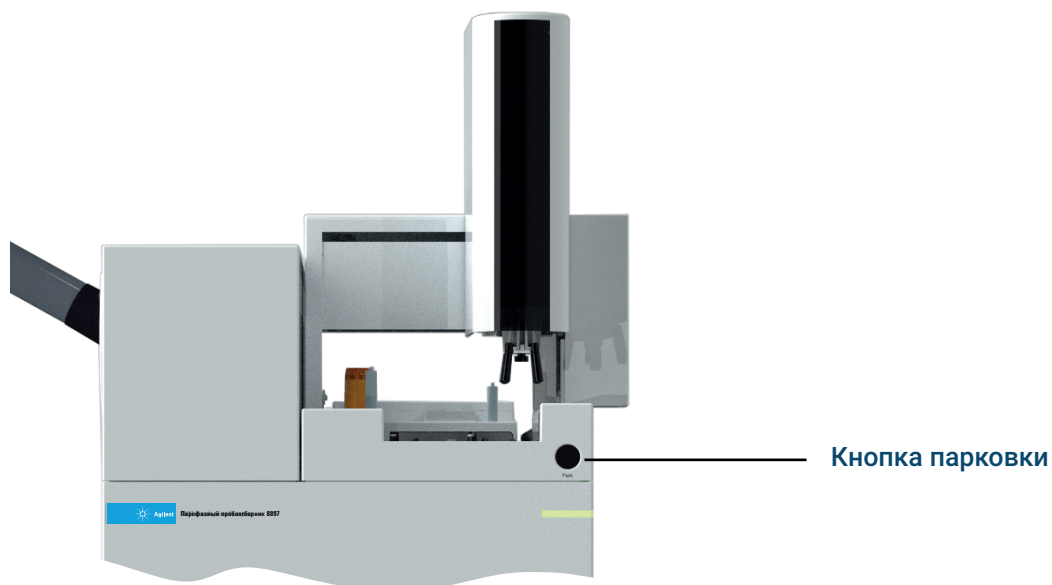

Рис. 11. Расположение кнопки парковки
- 1 Нажмите кнопку парковки лотка, чтобы припарковать лоток (переместить раму в исходное положение, обеспечивающее удобный доступ к области стоек для виал). См. **Рис. 11** на стр. 33.